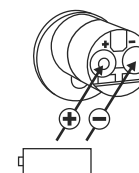

Fig. 3
- 3 Insira duas pilhas novas. Preste atenção à polaridade correta de acordo com o desenho (Fig. 3).